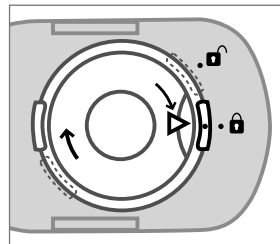

Рис. 3
5. Закройте крышку ингаляционной камеры обратно, повернув ее по часовой стрелке, так, чтобы маркер «▶●» указывал на «●» (рис. 3).